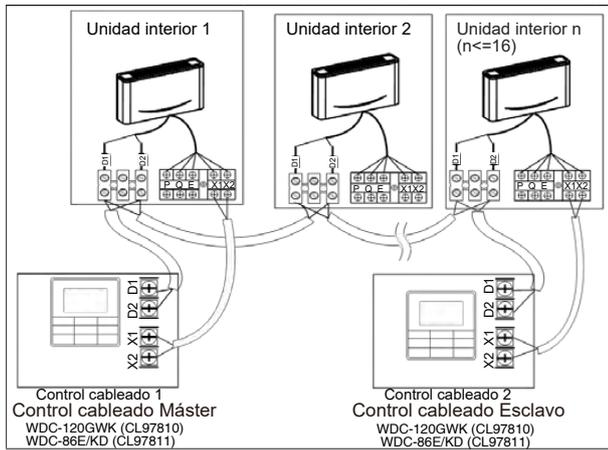

Figura 6.8
- Utilice 1 control con cable para controlar varias unidades interiores o 2 controles con cable (un control maestro y uno esclavo) para controlar varias unidades interiores (consulte la Figura 6.8)